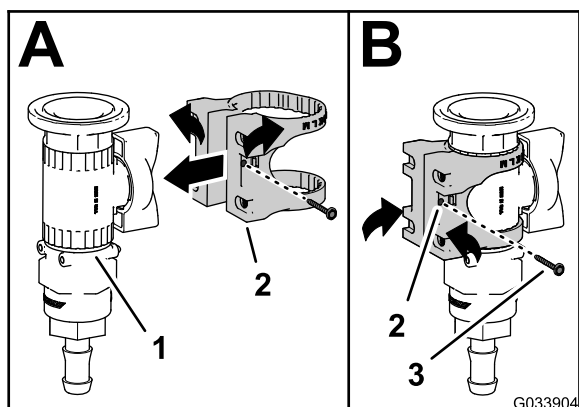

Figura 11
1. Montai suportul pentru supapă pe supapa de control, după cum se arată în secțiunea A din Figura 11.
2. Fixai suportul pentru supapă de supapa de control cu ajutorul urubului cu guler (#6) i strângei urubul manual (B din Figura 11).